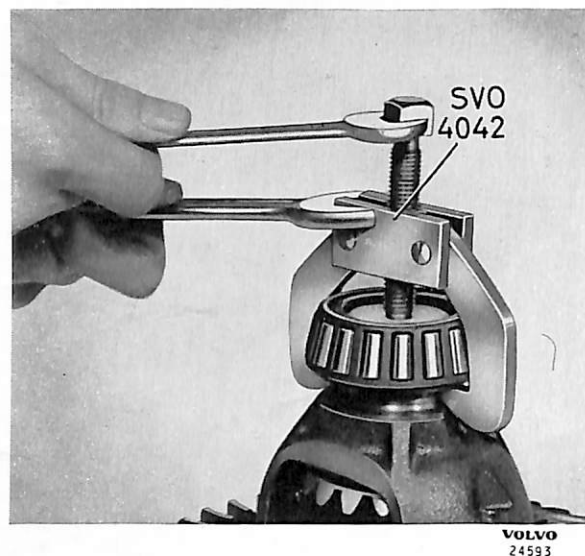

Bild 15. Demont. av differentialhuslager.
3. Drag av differentialhuslagren (1) med avdragare SVO 4042, se bild 15. Tag vara på justermellanläggen (3).